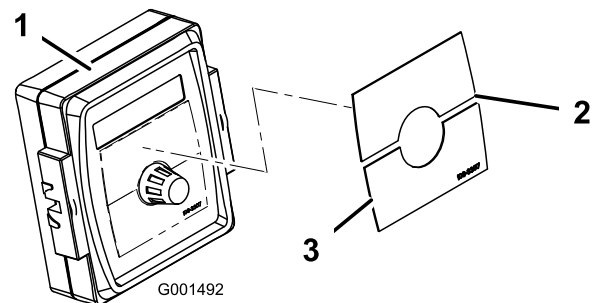

Bild 24
4. Montieren Sie das Spray Pro-Schild auf dem Steuergerät (Bild 24).